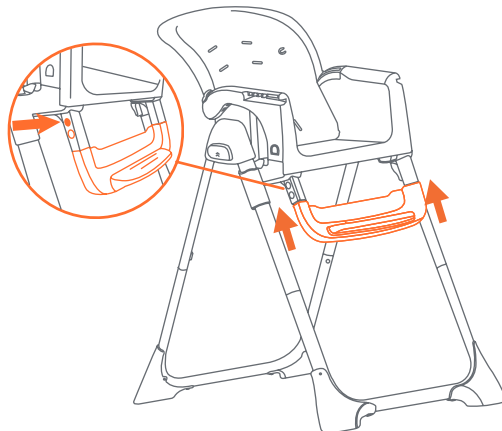

Fig. 6
- 6) • Deslice el reposapiés en el soporte de altura (Fig. 6). Coloque a presión el reposapiés en su lugar.
**NOTA:** Ajuste la altura del apoyapiés apretando ambas lengüetas simultáneamente y levantándolo (Fig. 6).